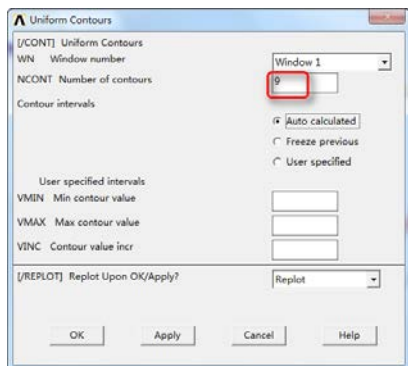

图 7-40 等高线设置
③GUI 操作：PlotCtrls > Style > Contours > Uniform Contours，弹出如图 7-40 所示的对话框，将“NCONT Number of contours”中填入等份数的数量。